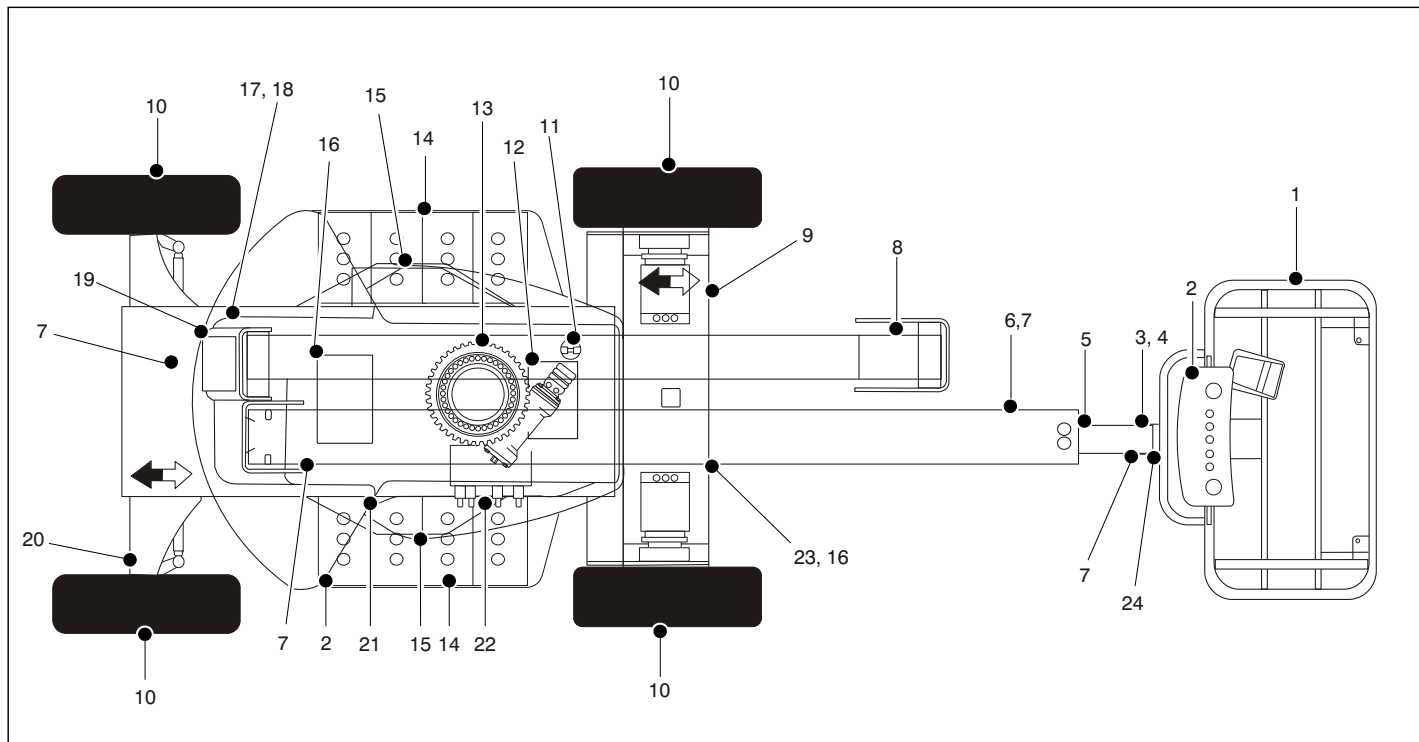

Abbildung 2-2. Tägliche Sichtkontrolle - Blatt 1 von 3
5. **Sichtkontrolle** – Siehe Abbildung 2-2. bis Abbildung 2-4.